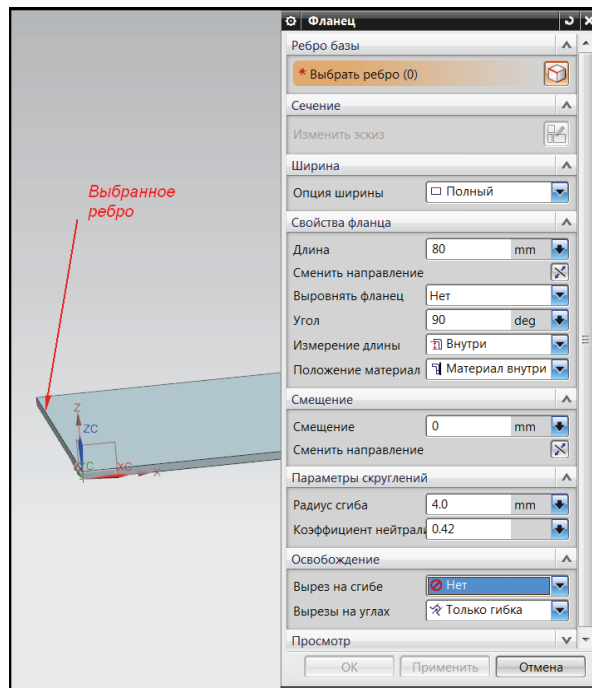

Рис. 1.11. Окно диалога «Фланец»
3. Постройте фланец под прямым углом с левой стороны пластины размером 100×125 мм. В ленточной панели нажмите кнопку **Фланец** и выберите верхнее ребро (рис. 1.11).
Установите следующие опции для создания фланца: **Опция ширины** – **Полный** (рис. 1.11) **Длина** – 80 мм, **Выворачивать фланец** – **Нет**, **Угол** – 90°, **Измерение длины** – **Внутри**, **Положение материала** – **Материал внутри**, **Смещение** – 0 мм, **Радиус сгиба** – 4,0 мм, **Коэффициент нейтрали** – 0,42.